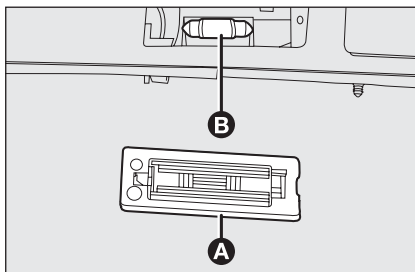

fig. 36
- estrarre il trasparente **A-fig. 36** e dal portalampada la lampada **B**;